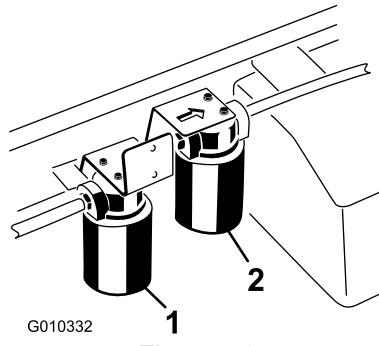

Figura 79
2. Pulite la superficie circostante il filtro. Collocate una bacinella di spurgo sotto il filtro, e togliete il filtro (Figura 79).
1. Pulite la superficie circostante il filtro ad alto flusso (Figura 79). Collocate una bacinella di spурgo sotto il filtro, e togliete il filtro.